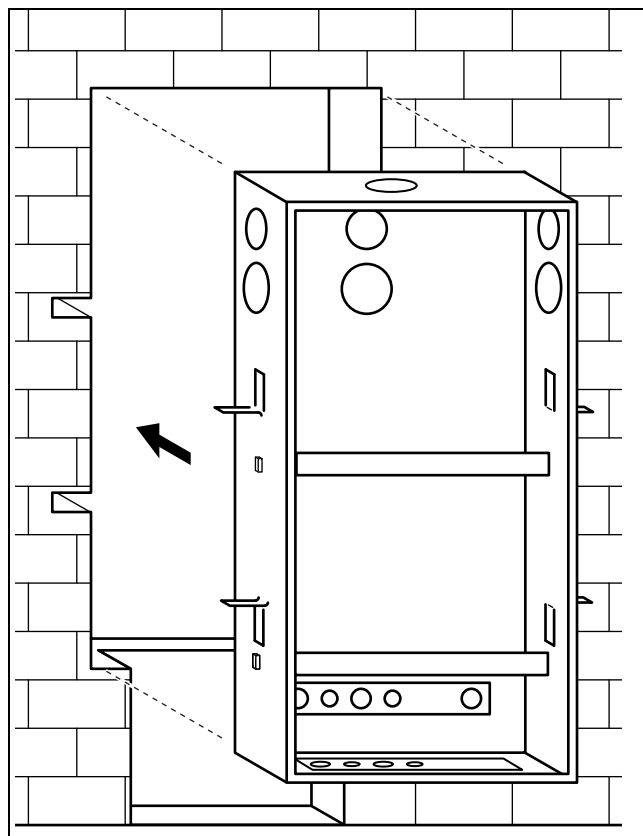

Fig. 3
► Inserire il telaio nella nicchia senza asportare le due traverse di rinforzo (Fig. 3).